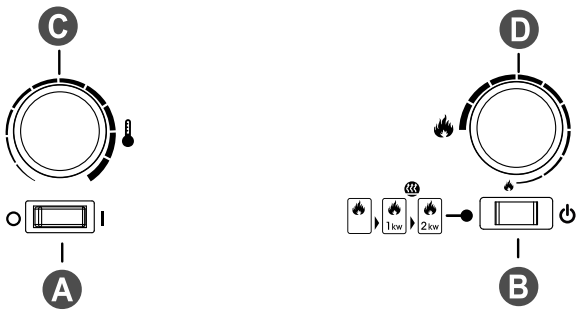
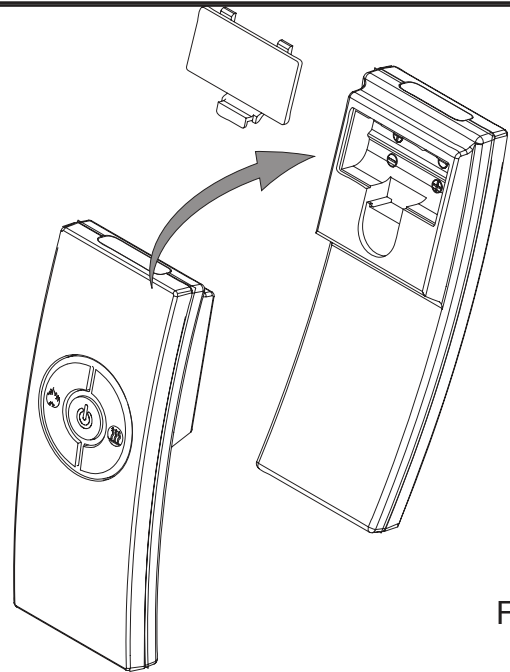
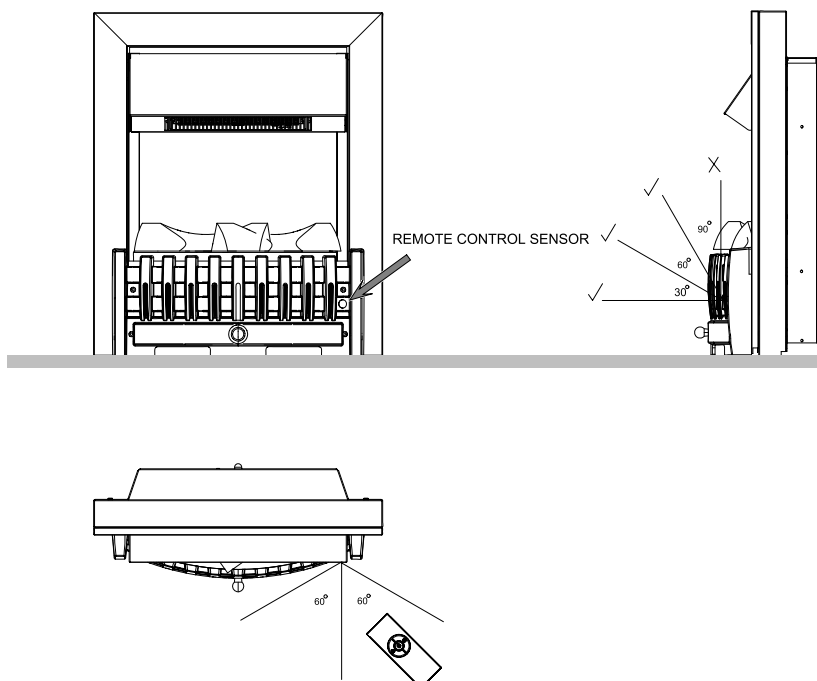

Fig.2
Fig.7
Fig.12
4. La manopola di controllo della fiamma "D" (Fig. 2) può essere ruotata verso l'alto o il basso per creare un effetto più realistico.
1. Premere l'interruttore "A" su **(0)** (vedere Fig. 2).
9. Premere l'interruttore "A" su "ON" (1) (vedere Fig. 2).
1. Premere l'interruttore "A" su "OFF" **(0)** (vedere Fig. 2).
7. Premere l'interruttore "A" su "ON" (I) (vedere Fig. 2).
Sul pannello di controllo, affinché il telecomando funzioni, l'interruttore A (vedere Fig. 2) deve essere sulla posizione "ON" (I). Sul telecomando sono presenti 3 pulsanti (vedere Fig. 7). Per poter funzionare correttamente, il telecomando deve essere puntato verso l'effetto di combustione anteriore (vedere Fig. 12). Le funzioni del telecomando sono le seguenti: